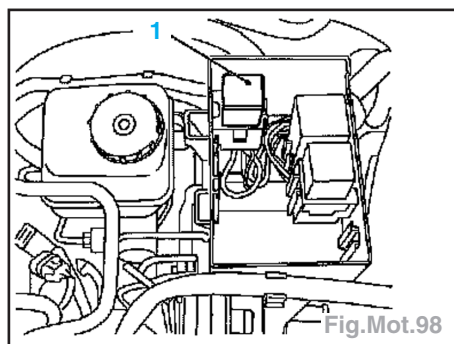

Fig.Mot.98
- Extraire le relais (1) de couleur violet de son support (Fig.Mot.98).